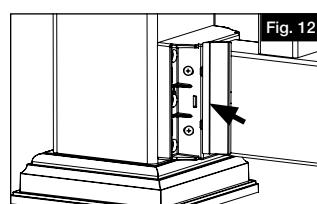

Fig. 12
- c. En veillant à ce que la lettre à l'intérieur du couvercle du support corresponde à celle sur le support, mettre le couvercle en place (Fig. 12). Faire de même pour tous les supports.